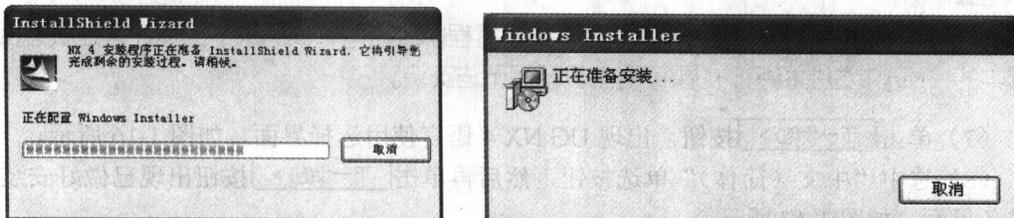

图 1-11 系统进行配置安装文件信息
(2) 选择“中文(简体)”安装语言,单击  按钮,系统进行配置安装文件信息,如图 1-11 所示。